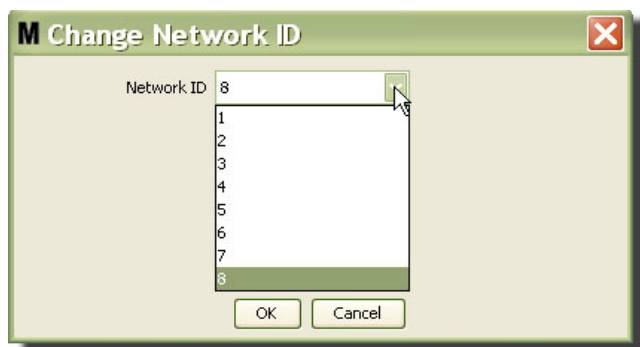

FIG. 85
3. Dans le menu déroulant de numéros d'identification de réseau disponibles, sélectionnez le numéro d'identification de réseau attribué à votre emplacement (FIG. 85). Cliquez sur "OK" pour fermer la fenêtre et enregistrer les modifications.